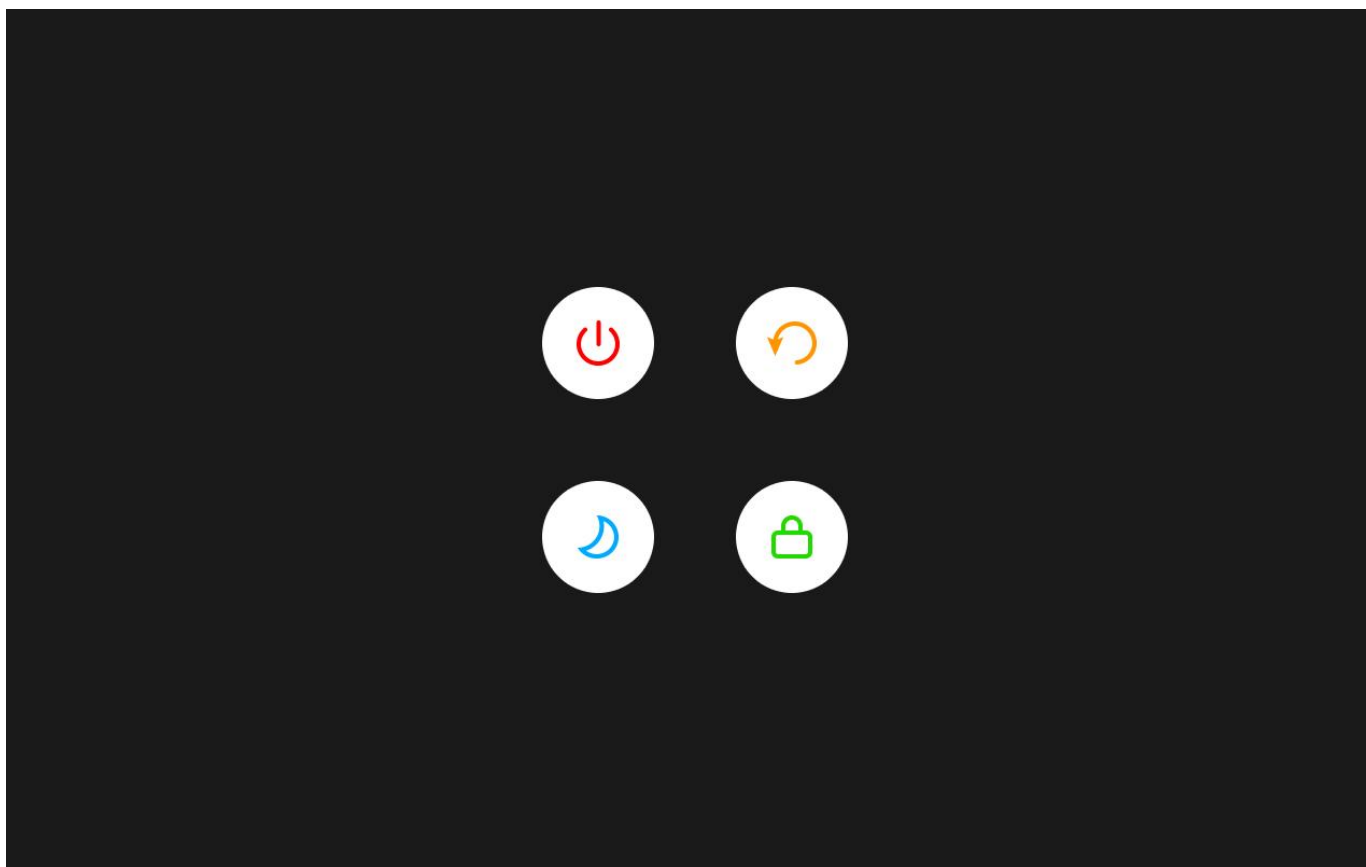

图 13-13 关机界面
长按或短按电源键^①，将进入关机界面, 见图 13-13。包含 4 个选项：关机、重启、待机、锁屏。